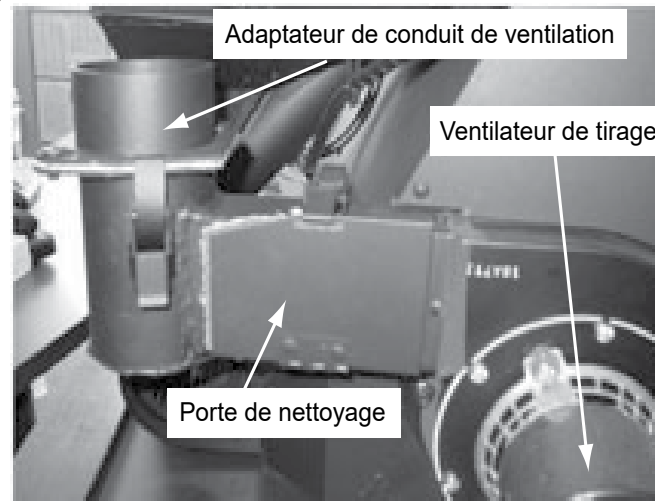

Figure 22.3
- d. Nettoyez les lames du ventilateur de tirage pendant que le couvercle d'accès de gauche est toujours retiré (Figure 22.3 et Figure 23.4).